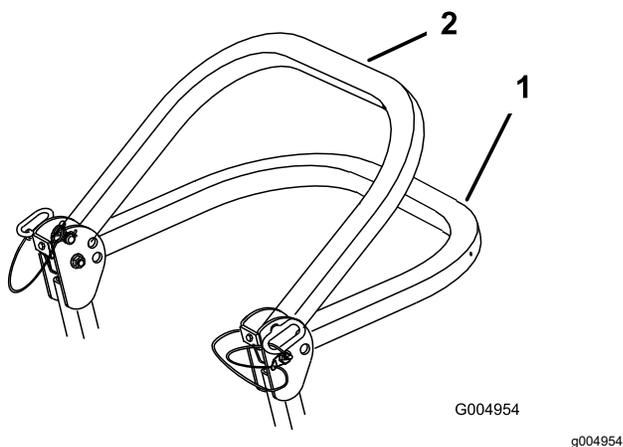

Рисунок 8
2. Опустите защитную дугу в нижнее положение (Рисунок 8).
**Примечание:** Имеется два нижних положения; см. Рисунок 8.